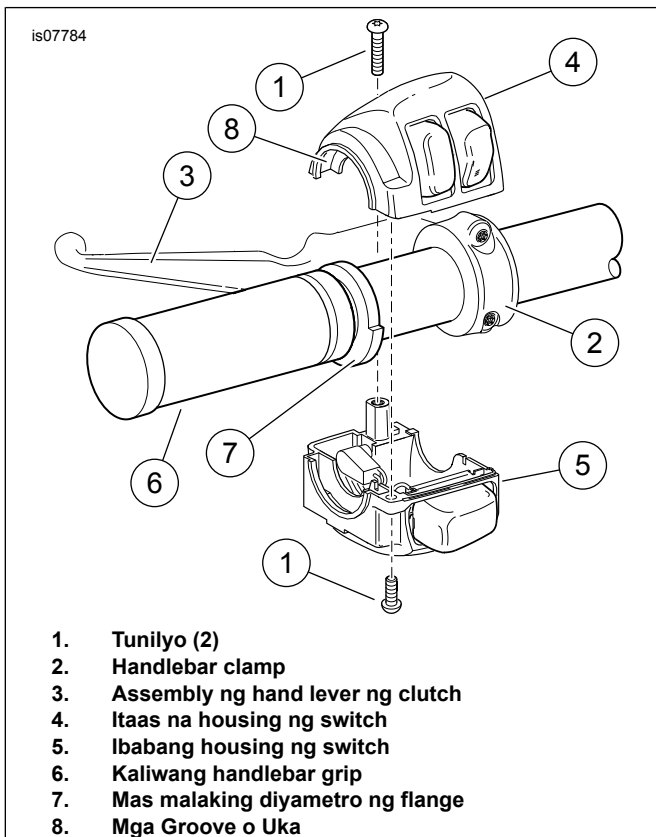
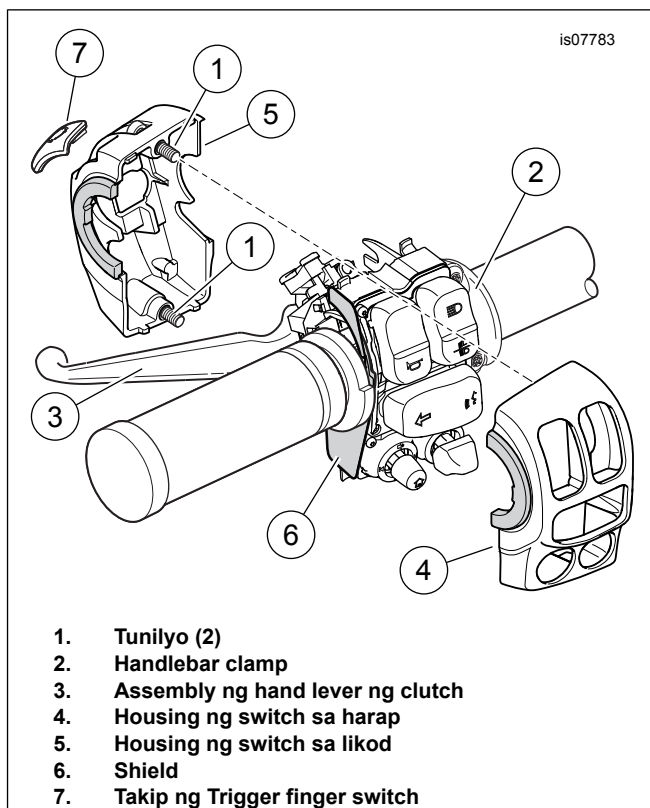

Figure 1. Housing ng Switch ng Kaliwang Handlebar (2008-2013 na Touring at 2006-Mas Bagong Softail)
Figure 2. Housing ng Switch ng Kaliwang Handlebar (2014-Mas Bagong Touring)
- a. Sumangguni sa Figure 1 o Figure 2 . Luwagan ang dalawang turnilyo (1) at ang handlebar clamp (2).
- b. Iposisyon ang assembly ng hand lever ng clutch (3) nang malayo sa housing ng switch.
- Tingnan ang Figure 1 . Iposisyon ang kaliwang heated grip (6) upang mapunta sa ibaba ang mas malaking bahagi ng diyamtero ng flange (7). Idiin nang husto ang grip sa handlebar.
- Iposisyon ang ibabang housing ng switch sa ilalim ng grip. Ang mga groove o uka (8) sa outboard na panig ng housing ng switch ay dapat magkasya sa ibabaw ng flange sa dulo ng grip.
1. Tingnan ang Figure 2 . **2014-2015 na Modelo:** Tiyakin na ang shield (6) ay nasa tamang posisyon sa outboard na panig ng modyul ng switch.
- a. Ikaabit ang mga seksyon ng housing ng switch (4, 5) sa modyul ng switch. Higgitan ang mga captive na turnilyo (1) hanggang sa masikip na.
- b. Ikaabit ang lever assembly ng kontrol ng clutch (3).
- c. Ikaabit ang handlebar clamp (2) gamit ang dalawang turnilyo na bago lang inalis, ngunit huwag higgitan.